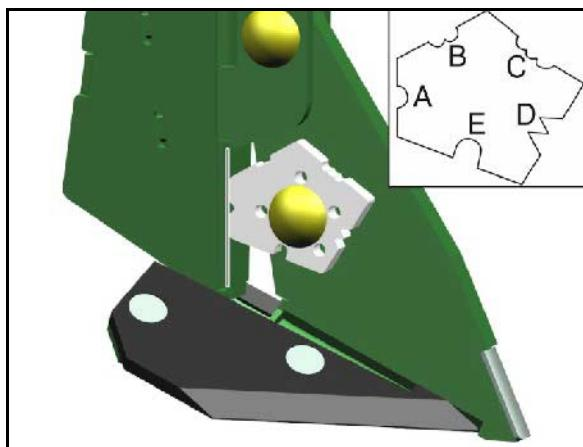

Рис. 90
Логарифмический диск имеет три шкалы: внешней шкалы белого цвета (Рис. 90/1) для всех норм высева свыше 30 кг/га и внутренней шкалы белого цвета (Рис. 90/2) для всех норм высева ниже 30 кг/га. На средней, цветной шкале (Рис. 90/3) указаны положения редуктора от 1 до 100.
2. Значение нормы высева – **125 кг/га** (Рис. 90/A) и положение редуктора – **50** (Рис. 90/B) устанавливаются на логарифмическом диске друг над другом.
3. Теперь с помощью логарифмического диска узнайте значение положения редуктора для нужной нормы высева **175 кг/га** (Рис. 90/C). На нашем примере положение редуктора равно **70** (Рис. 90/D).